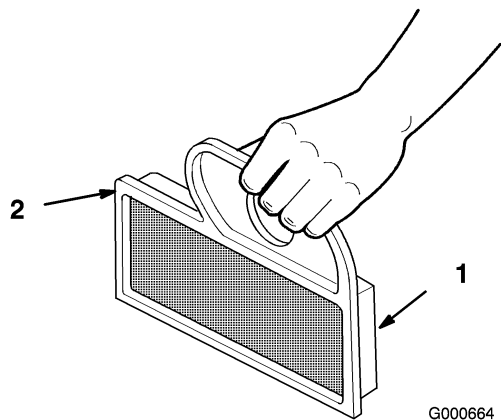

Bild 35
1. Klopfen Sie den Einsatz leicht auf eine flache Unterlage, um Staub und Schmutz zu beseitigen (Bild 35).